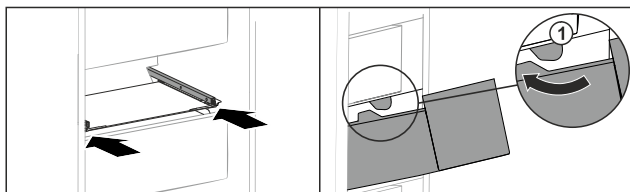

Fig. 156
- Lirka utdragslåda runt stoppklackarna Fig. 156 (1).